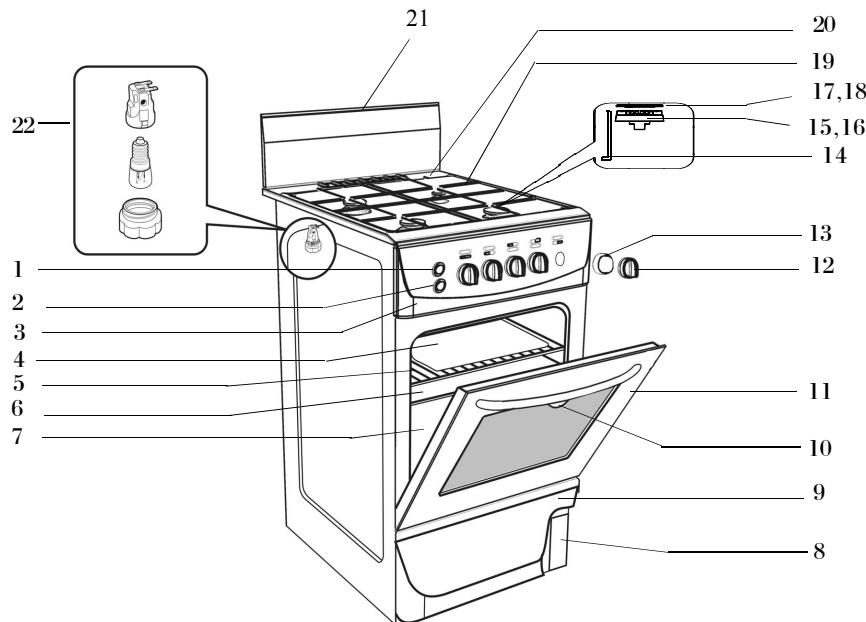

Рисунок 1 - Расположение отделений плиты и ее комплектующих изделий
6.6 Установить ножки плиты 8 (рисунок 1) в опоры и, регулируя высоту ножек, установить стол в горизонтальное положение.